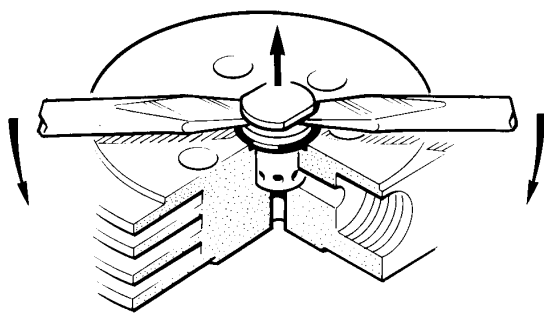

Fig. 43 Valvola di mandata del 3° stadio, smontaggio
- Rimuovere i due dadi autobloccanti (1) e le rondelle elastiche (2).
- Rimuovere la piastra di pressione (3).
- Estrarre le valvole (4) e (7) sollevando con due cacciaviti, vedi Fig. 43.
- Per il montaggio, seguire la procedura inversa. Inserire le rondelle elastiche con il lato curvato rivolto verso l'alto. Serrare i dadi in maniera uniforme, e assicurarsi che la piastra di pressione (3) sia parallela alla testa del cilindro! Serrare con 10 Nm.
- Svitare di alcuni giri il raccordo di mandata (1).
- Svitare le viti Allen (7), che servono per il fissaggio della testa della valvola (5). Rimuovere il coperchio della testa della valvola (6).
- Infilare due cacciaviti nella scanalatura della valvola di mandata (3) e sollevare la valvola di mandata insieme all'o-ring (2) (Fig. 43). Se necessario, la valvola può essere per prima cosa ruotata sulla superficie della chiave (13 mm) e, in tal modo, allentata.